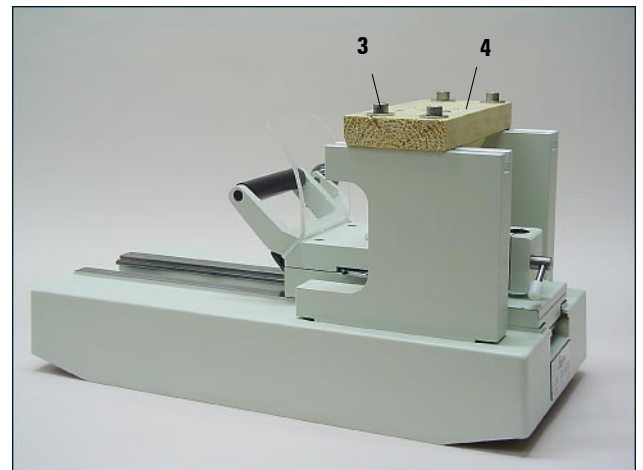

Abb. 2
* (2.2) bedeutet Abbildung 2, Teil 2